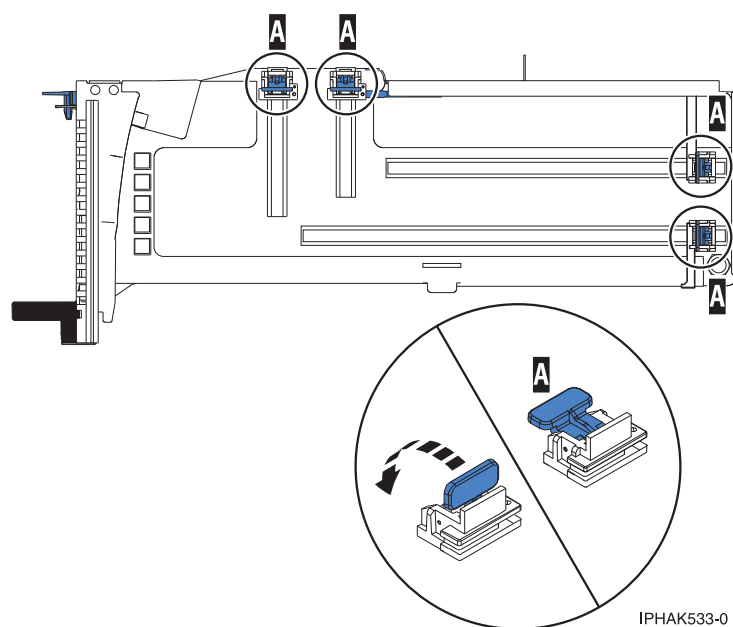

図7. カセット内のアダプター保持器具
- a. アダプターを収容できるように、すべてのアダプター保持器具がカセットの端に押し出されていることを確認します。 図7を参照してください。